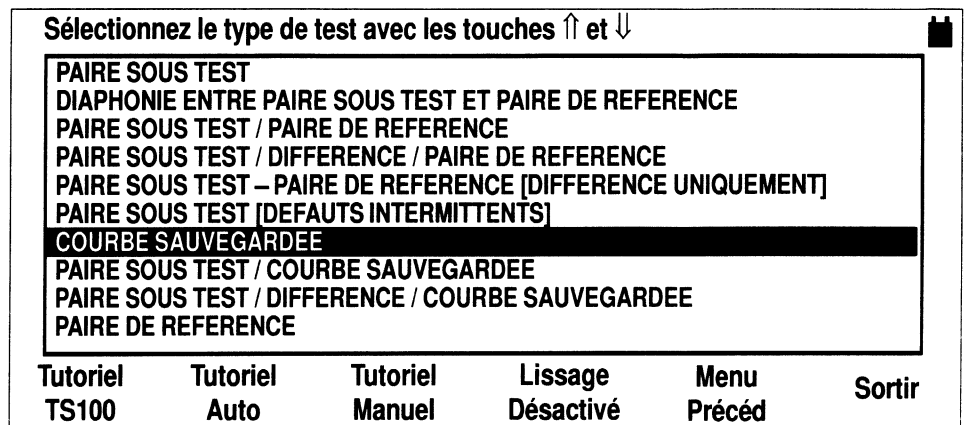

Figure 1-18 : Menu type de test
2. Lorsque le menu Configuration s'affiche (voir la figure 1-5), appuyez sur la touche Type de Test. Le menu suivant apparaît (figure 1-18) :